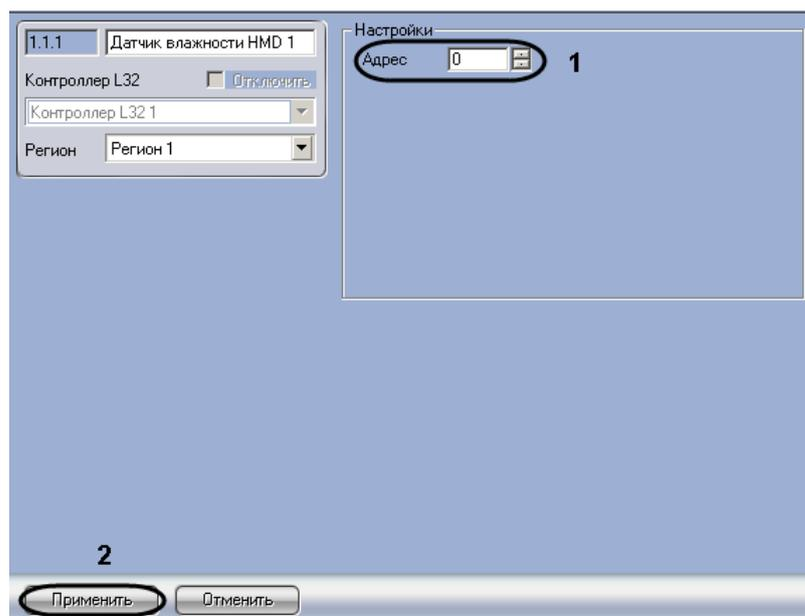

Рис. 3.3—5 Задание аппаратного адреса устройства
1. Перейти на панель настроек объекта, соответствующего исполнительному устройству (Рис. 3.3—5).
2. В поле **Адрес** ввести новый аппаратный адрес подключения исполнительного устройства (см. Рис. 3.3—5, 1).
3. Для сохранения настроек в ПК *ACFA intellect* нажать на кнопку **Применить** (см. Рис. 3.3—5, 2).